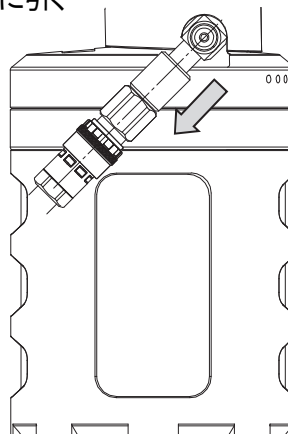

図 4-4
- ② 圧縮空気の供給を止める。(ON-OFF バルブを閉じる) (図 4-4)